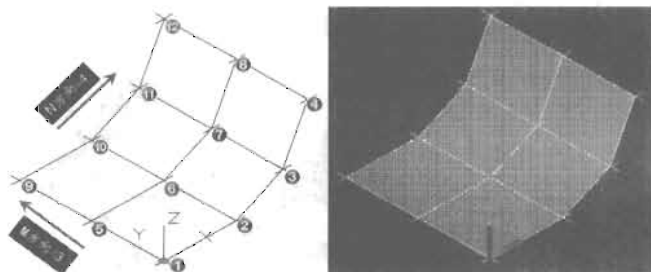

图 13-56
(2) 在命令行中输入 3dmesh 命令, 命令执行过程如下, 结果如图 13-56 所示。
为顶点 (2, 3) 指定位置: // 第 3 行第 4 个点, 即点 12, 结果如图 13-56 所示